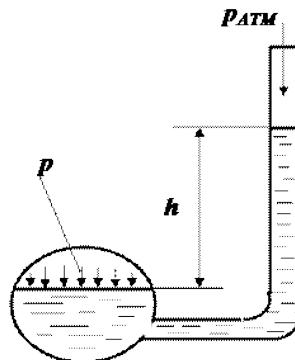

Рис. 2.3
2.11. Определите абсолютное давление воды в точке присоединения пьезометра если $h = 0,5$ м (рис. 2.3).
2.19. Определите избыточное давление масла в точке присоединения пьезометра если $h = 0,4$ м, плотность масла $\rho_m = 800$ кг/м³ (рис. 2.3).